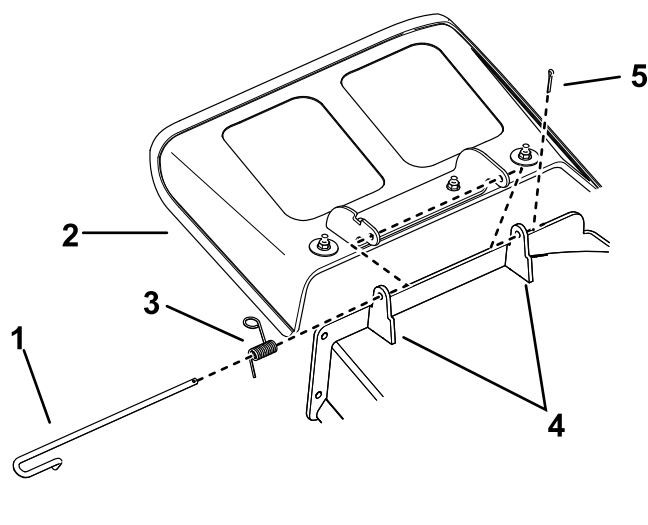

Figure 77
1. Retirez la goupille fendue au bout de la tige (Figure 77).
2. Désengagez le ressort du cran dans le support de déflecteur et sortez la tige des supports soudés du plateau, du ressort et du déflecteur d'éjection (Figure 77).
9. Remplacez la goupille fendue au bout de la tige (Figure 77).